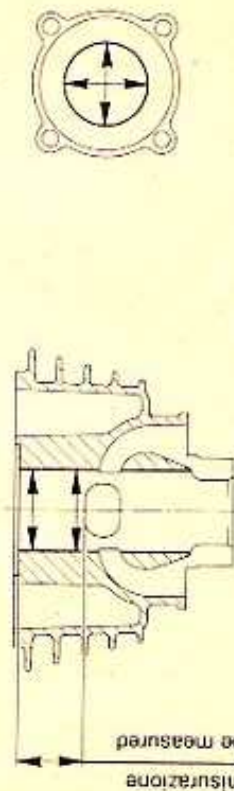

FIG. 28 Controllo usura cilindro
- 2) Controllare con un alesametro l'usura della canna misurandola in due direzioni a 90° tra loro (una parallela e l'altra perpendicolare all'asse dello spintolo). Ripetere le misure in più punti nel tratto compreso tra il piano superiore e la luce di scarico (fig. 28). La massima usura consentita rispetto alla misura nominale è di 0,02 mm. Oltre tale limite si consiglia la sostituzione.